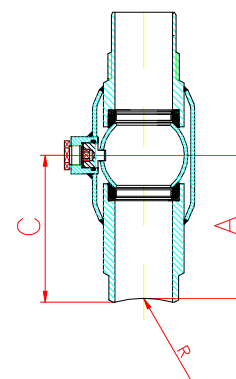

Рисунок 1
3. Привариваемому концу крана следует придать кривизну по радиусу  $R$  (рис. 1) и сделать фаску с учетом монтажных размеров, для обеспечения хорошего провара сварного шва.